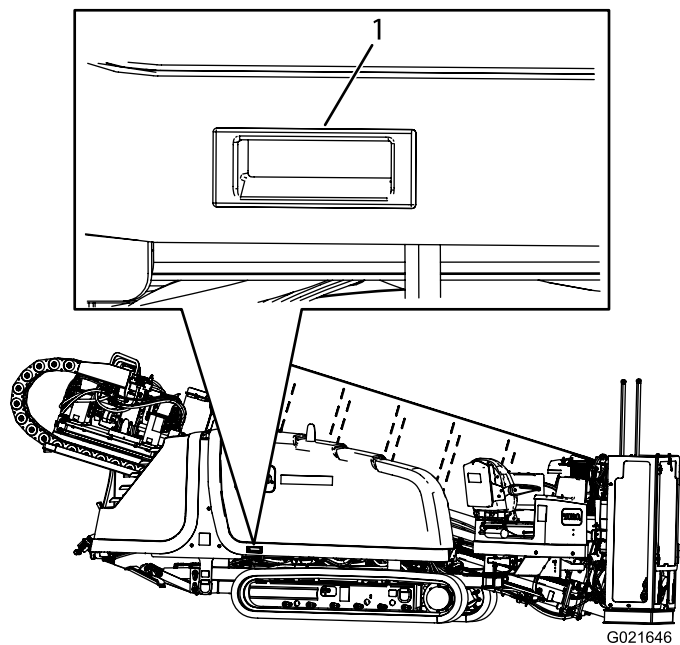

Figure 94
3. Tirez la poignée, comme montré à la Figure 94.